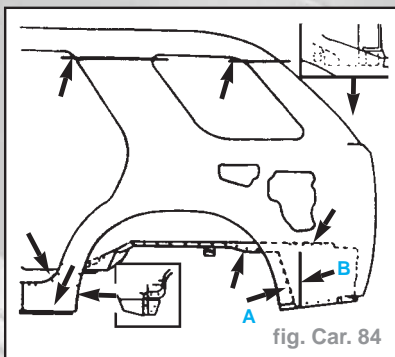

fig. Car. 84
- le panneau latéral intérieur arrière - découper à peu près aux endroits représentés suivant l'étendue du dommage (fig. Car. 84).